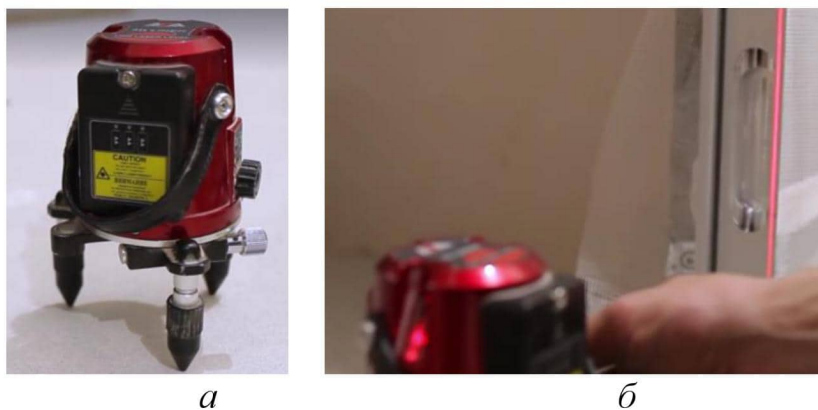

Рисунок 17
2) Вывернуть сторону со стороны петель, используя лазерный нивелир (рис.17а,б), проверить уровень в двух плоскостях.